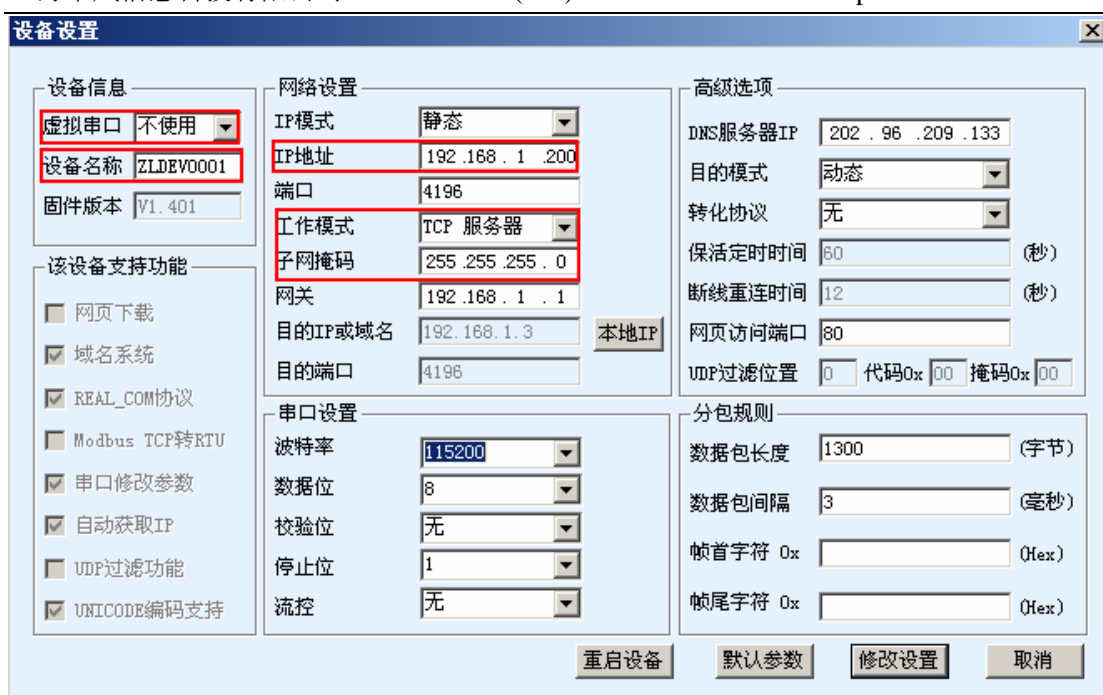
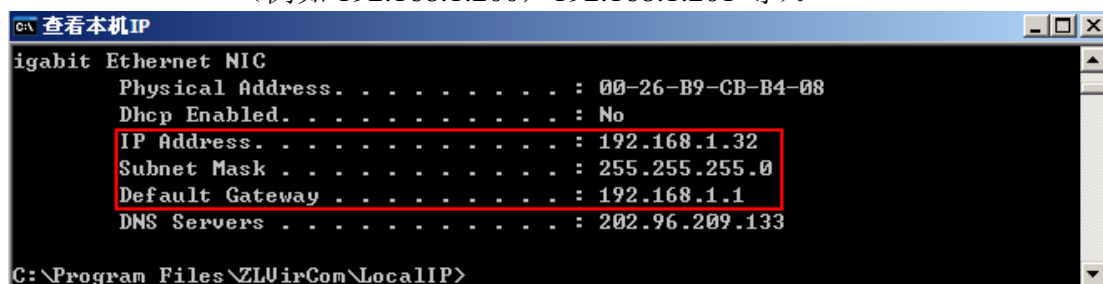

图 4 参数设置对话框
图 5 查看本地 IP
- 4. 参数设置：双击设备列表中的一个设备，则可以弹出参数设置对话框，如图 4 所示。
- B. IP 地址: 如果您不知道网段 IP 地址, 请运行开始菜单/ZLVircom/调试工具/查看本地 IP, 如图 5 所示。将图 4 的子网掩码、网关设置为图 5 的 Subnet Mask 和 Default Gateway, 图 4 的 IP 地址设置为图 5 的 IP Address 同一个网段的 ip 地址 (即前 3 个字段相同, 例如这里设置为 192.168.1.200)。如果您有多台串口服务器, 请设置不同的 IP 地址, 也就是 IP 地址的最后一个字段不同 (例如 192.168.1.200, 192.168.1.201 等)。
这里 IP 地址为远程计算机的内网 IP 地址。可以通过开始菜单/ZLVircom/调试工具/查看本地 IP 察看，如图 5 所示。点击图 9 中的保存。注意远程计算机
- b) IP 设置：在 IP 模式为静态的方式下，必须正确设置 IP 地址、子网掩码、网关。您可以询问工厂现场的网管以获得以上参数；另外在现场的任何一台能够上网的计算机上安装 ZLVircom 程序，并运行开始菜单/ZLVircom/调试工具/查看本地 IP（如图 5 所示），也可以获得网络的 IP 参数。如果您有多台串口服务器，请设置不同的 IP 地址，也就是 IP 地址的最后一个字段不同（例如 192.168.1.200，192.168.1.201 等）。